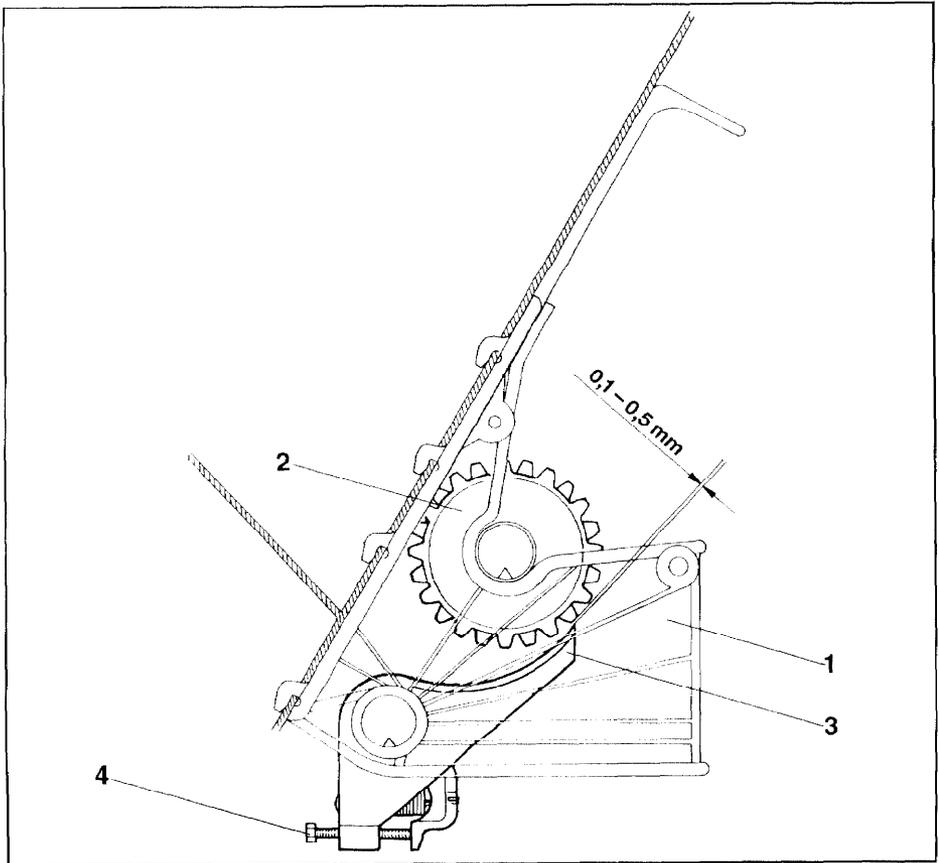

Fig. 42
- 2) Au niveau de chaque carter de distribution, vérifier que l'intervalle de base de 0,1 mm à 0,5 mm (voir fig. 42) entre le clapet de fond (fig. 42/1) et la roue distributrice (fig. 42/2) est respecté. Faire tourner à la main la roue distributrice sur l'arbre de distribution pendant qu'elle est contrôlée.
- 3) En cas d'écarts, agir sur la vis (fig. 42/4) pour obtenir le réglage de base.